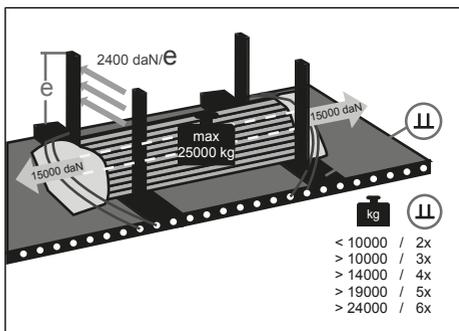

Fig. 8-21: Sistema Multi Fix
- ▶ Posizionare i tubi di acciaio tra le sbarre di sostegno verticali sulle sbarre di appoggio (vedere "Fig. 8-21: Sistema Multi Fix", p. 154).
- ▶ Applicare la rete di bloccaggio alle estremità dei tubi di acciaio (vedere "Fig. 8-21: Sistema Multi Fix", p. 154).